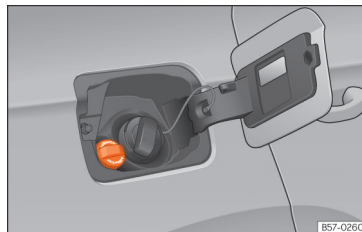

Abb. 205 Verschlussdeckel des AdBlue-Tanks
- Öffnen Sie die Tankklappe  (Abb. 205).
• Verschlussdeckel SCR-Einfüllstutzen nach links drehen »» (Abb. 205).